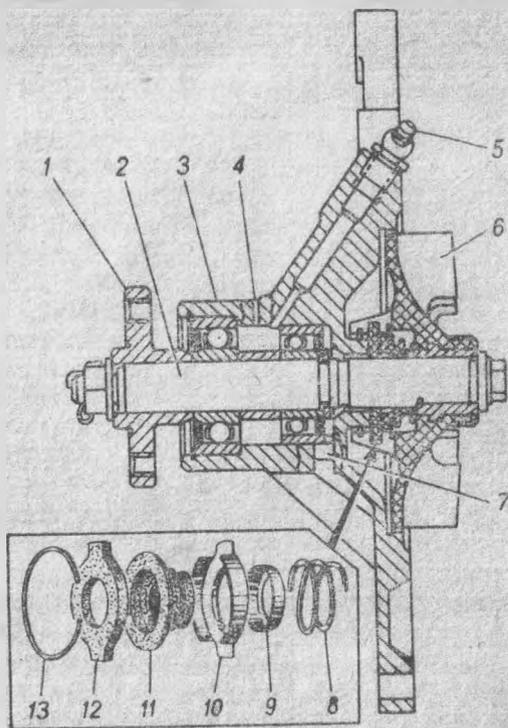

Рис. 13. Водяной насос.
**Водяной насос** — центробежного типа (рис. 13). Для уплотнения насоса служит самоподжимной сальник с пружиной. Резиновая манжета сальника и графитосвинцовая шайба вращаются вместе с валиком 2.